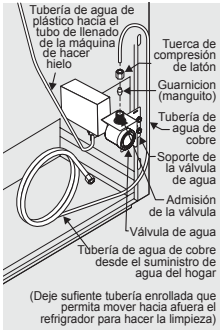

figura 1
4. **Si usa tubería de cobre** - deslice la tuerca de compresión de latón, luego la férula (manguito) en la línea de suministro de agua. Empuje la línea de suministro de agua en la entrada de la válvula de agua hasta el tope (1/4 de pulgada / 6.4 mm). Deslice la férula (manguito) en la entrada de la válvula y apriete a mano la tuerca de compresión en la válvula. Aprieta otra media vuelta con una llave; NO apriete demasiado. Vea la figura 1.